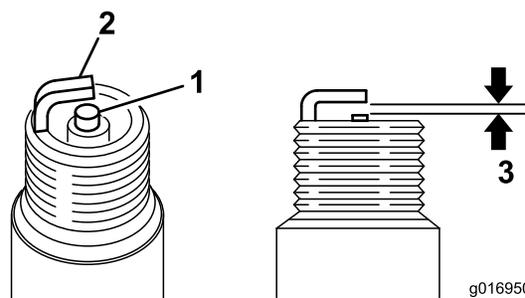

Рисунок 39
3. Установите воздушный зазор в пределах от 0,6 до 0,7 мм, как показано на Рисунок 39. Установите свечу зажигания с правильным зазором и надежно затяните ее с моментом 23 Н·м.